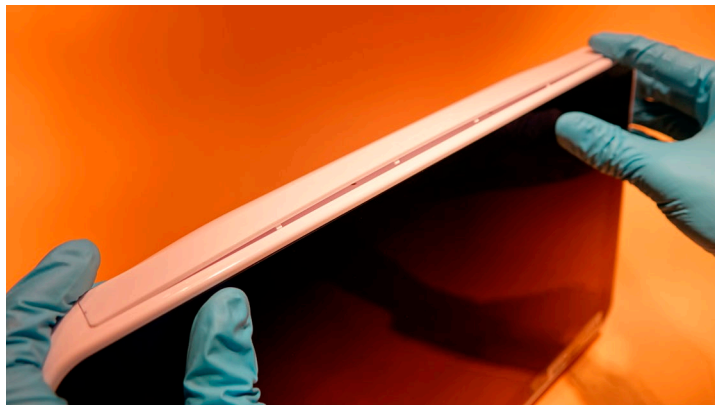

Figura 33 Far scattare le targhette in posizione
f) Far scattare le targhette in posizione con un clic (Figura 33)